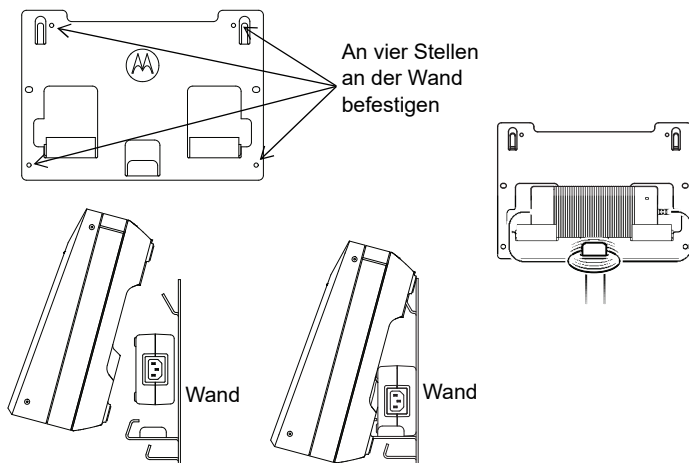

Abbildung 10: Montage des Mehrfachladegeräts an die Wandhalterung
4. Hängen Sie das Mehrfachladegerät wie in Abbildung 10 dargestellt in die Wandhalterung.